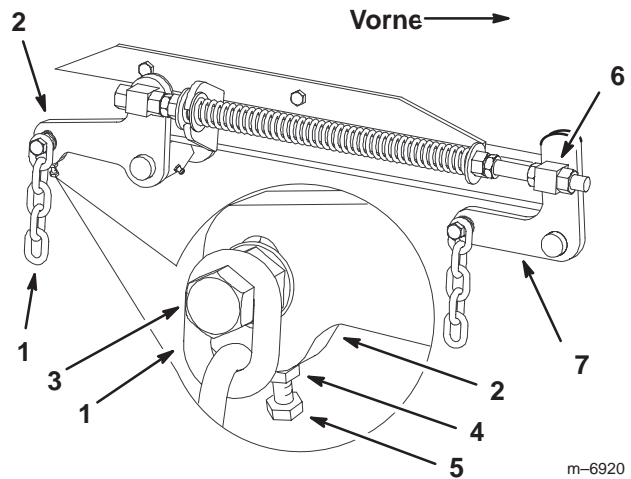

Bild 65
7. Wenn die Messwerte an den Stellen **B** oder **C** falsch sind, lösen Sie die Schraube, mit der die hintere Kette am hinteren Stützarm befestigt ist (Bild 65).